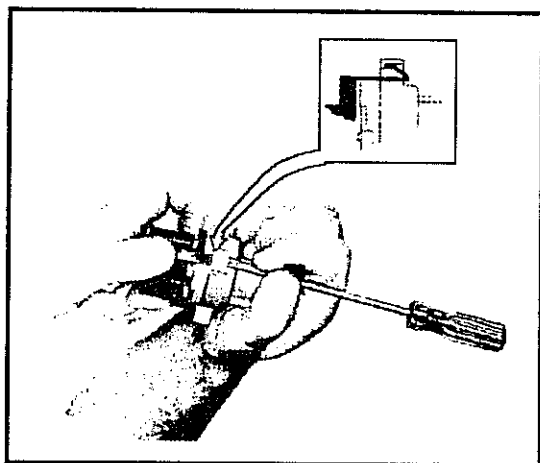

Abb. 13-3 Diebstahlsicherungszange früherer Modelle
- Um den Diebstahlsicherungszange zu entfernen, bediene man sich eines Schraubenziehers. Siehe Abb. 13-3